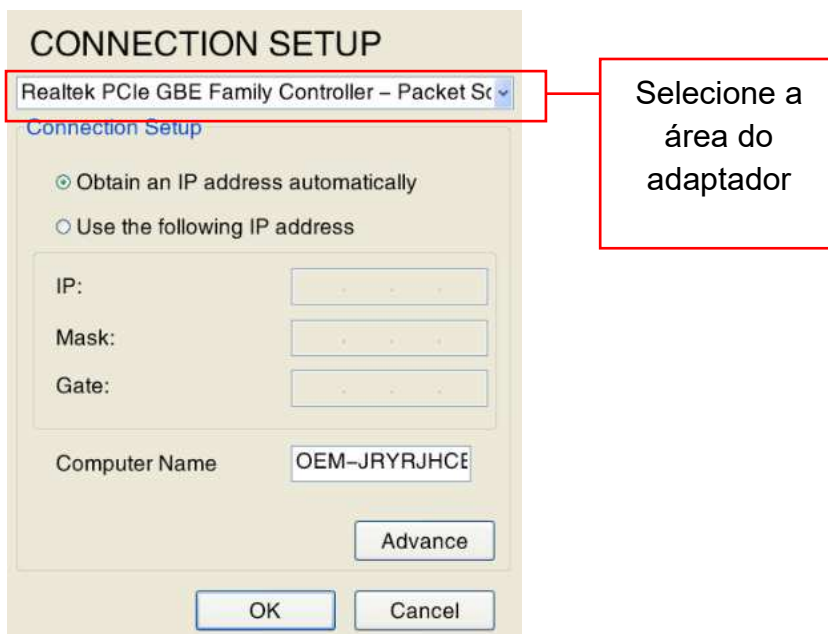

Fig. D-3 Tela de Configuração de Conexão
- 2) Selecione a **Connection Setup** para inserir a tela **CONNECTION SETUP**, como mostrado na Fig. D-3.